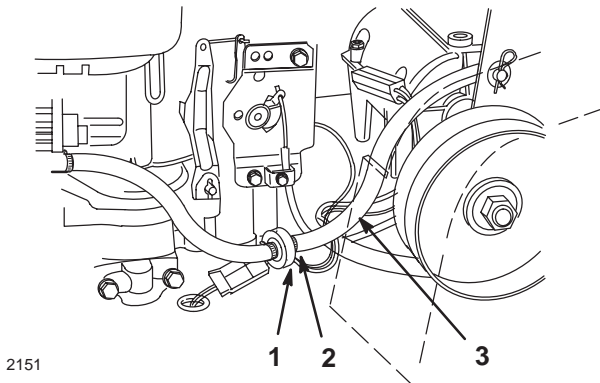

Figure 34
3. Pincez les extrémités des colliers et faites glisser ceux-ci pour les éloigner du filtre (Fig. 34).